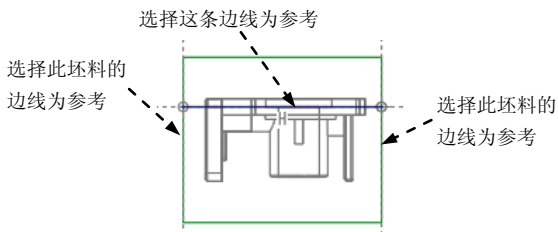
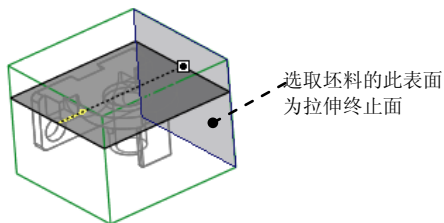

图 14.27 截面草图
图 14.28 选取拉伸终止面
(4) 绘制截面草图。
① 选取图 14.27 所示的边线为参考。
② 绘制图 14.27 所示的截面草图（截面草图为一 条线段）；完成截面的绘制后，单击“草绘”操控板中的“确定”按钮 。
(5) 设置深度选项。
- ① 在操控板中选取深度类型  (到选定的)。
- ② 将模型调整到图 14.28 所示的视图方位, 选取图中所示的坯料表面为拉伸终止面。
- ③ 在操控板中单击  按钮。完成特征的创建。